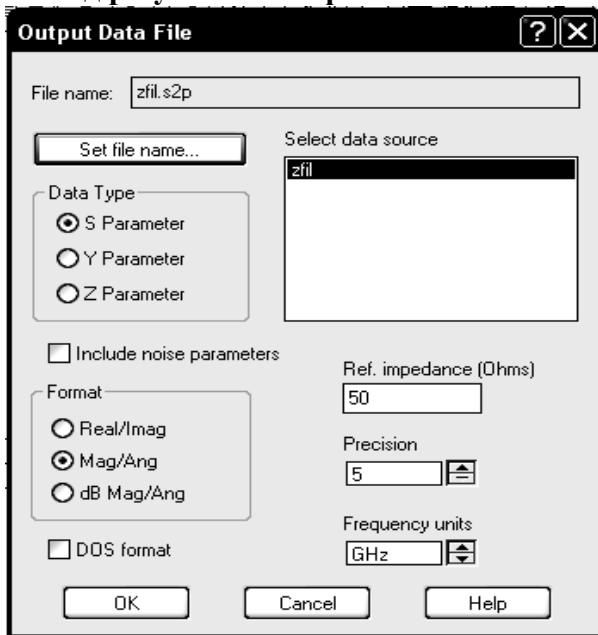

Рис. 2.33
2. Выберите **Add Port Parameter File** (Добавить параметр порта), откроется окно (см. рис. 2.33) **Output Data File** (Выходной файл данных).